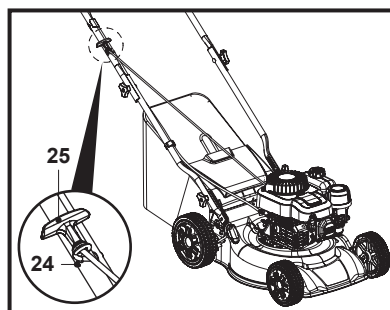

Fig. 12
3. Toujours placer la poignée du lanceur (25) sur le crochet (24) situé sur le côté droit du guidon supérieur (3) (Fig. 12) lorsque le lanceur n'est pas actionné.